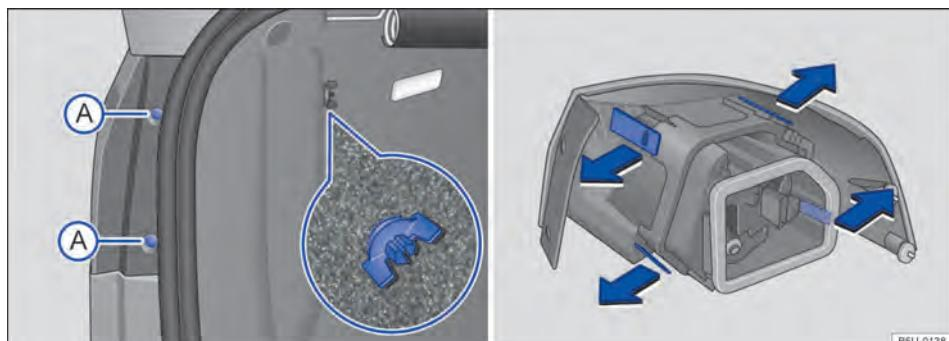
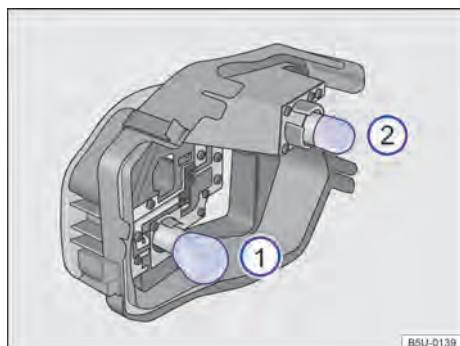

Fig. 161 Na carroceria: remover a lanterna traseira e suporte das lâmpadas.
Fig. 162 No suporte das lâmpadas: localização das lâmpadas.
- 3) Remover os parafusos de fixação → Fig. 161 A.
- 4) Soltar o parafuso borboleta → Fig. 161 (lupa) e retirá-lo, segurando, ao mesmo tempo a lanterna traseira.
- 5) Puxar cuidadosamente a lanterna para fora, para desencaixá-la da carroceria → ①.
- ① Para destravar o suporte das lâmpadas, pressionar cada lingueta de travamento no sentido das setas → Fig. 161.
- ② Remover o suporte das lâmpadas da lanterna traseira.
- ③ Para remover as lâmpadas incandescentes queimadas → Fig. 162 ① e ②, pressionar a lâmpada contra o suporte e girar, ao mesmo tempo, no sentido anti-horário.
- ④ Substituir a lâmpada incandescente queimada por uma lâmpada incandescente nova do mesmo modelo.
- ⑤ Para inserir as lâmpadas novas ① e ② no suporte, pressionar a lâmpada e girar, ao mesmo tempo, no sentido horário, até o batente.
- ⑥ Certificar-se de que as lâmpadas estão corretamente fixadas no suporte.
- ⑦ Instalar o suporte das lâmpadas na lanterna traseira. As linguetas de travamento devem encaixar de forma audível.
A localização e a identificação das lâmpadas incandescentes → Fig. 162 estão relacionadas a seguir: